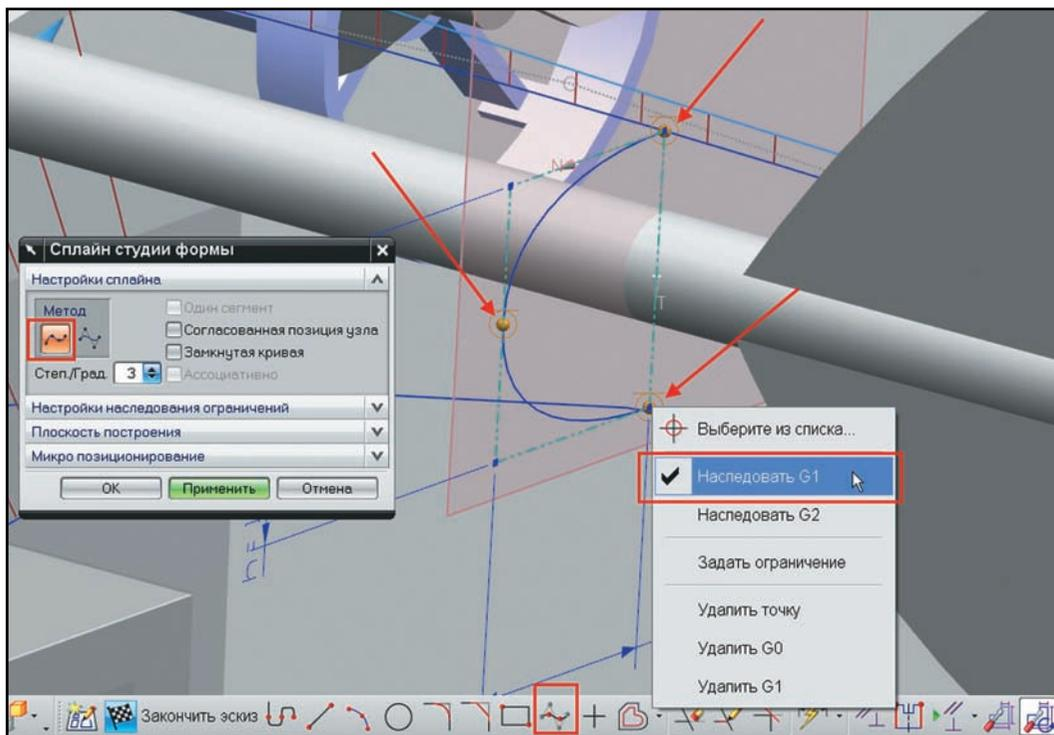

Рисунок 3.26 Построение сплайна
- Теперь необходимо построить сплайн, вписанный в прямоугольник. Вызовите команду **Сплайн студии формы (Studio Spline)** и укажите точки сплайна – угол прямоугольника, лежащий на верхнем слайне контура корпуса, среднюю точку вертикальной линии прямоугольника и угол прямоугольника, лежащий на нижнем слайне контура корпуса (рис. 3.26). Не закрывая диалогового окна построения сплайна, поочередно нажав правую кнопку мыши на заданных точках,